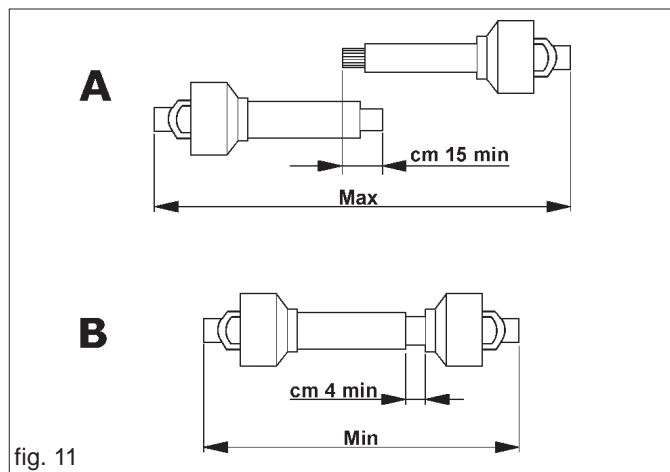

fig. 11
- Quand l'arbre à cardans est déboîté au maximum, les deux tubes doivent se super-poser d'au moins 15 cm (A Fig. 11). Quand il est entièrement rentré, le jeu minimum admissible sera de 4 cm (B Fig. 11).